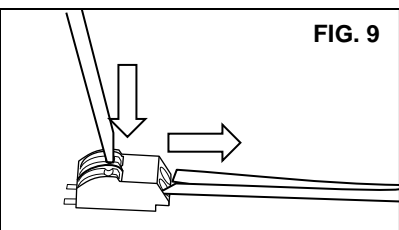

FIG. 9
- Separe los cables del CONTROLADOR LED del BLOQUE DE TERMINALES presionando hacia abajo en la LENGÜETAS DEL TERMINAL. (FIG. 9)